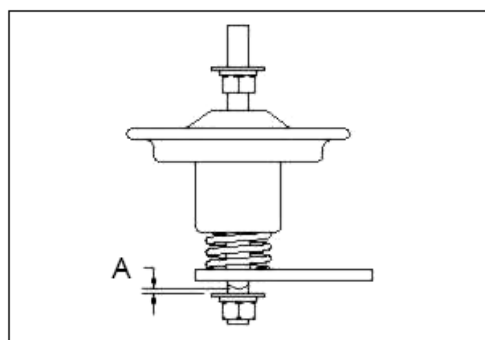

Рис. 13 – Измерение провала
Чтобы определить износ электрода, измерьте расстояние А между рычагом и шайбой во включенном положении (ON) как показано на рис. 13. Это расстояние называется «провал». Если измеритель износа контактов в 1,0 мм не может быть вставлен, то срок службы оборудования закончился.